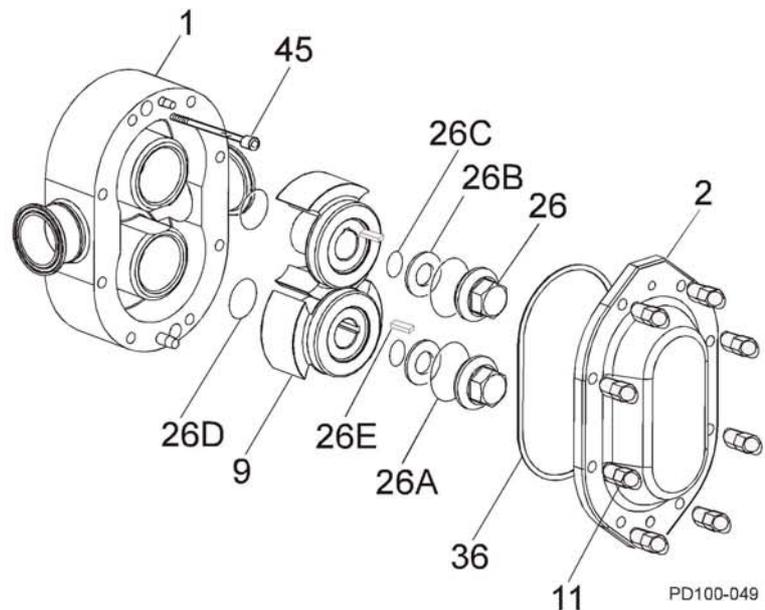

Abb.32 Explosionszeichnung des Pumpenkopfes
1. Entfernen Sie die Deckelmuttern (Abb. 32, Pos. 11) vom Pumpendeckel (Abb. 32, Pos.2). Lösen Sie den Deckel mit leichten Hammerschlägen von den Bolzen und den Passtiften des Pumpengehäuses (Abb. 32, Pos. 1).
4. Entnehmen und prüfen Sie den O-Ring des Deckels (Abb. 32, Pos. 36).